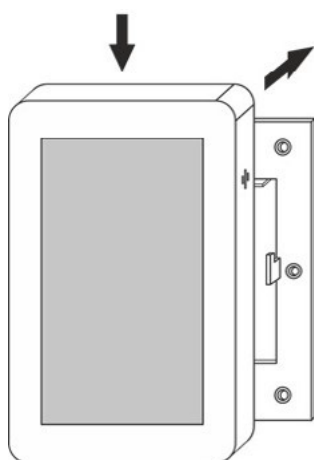

Рис.17
5. Установить панель на монтажную рамку согласно рисунку (см. рис.17).